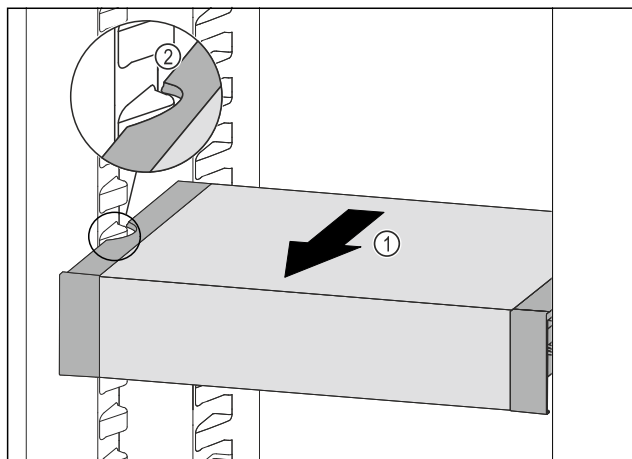

Fig. 111
- ▶ Tirer le VarioSafe vers l'avant Fig. 111 (1) jusqu'à ce que les encoches latérales du VarioSafe se trouvent au niveau de la nervure du bac dans la partie réfrigérateur. Fig. 111 (2)